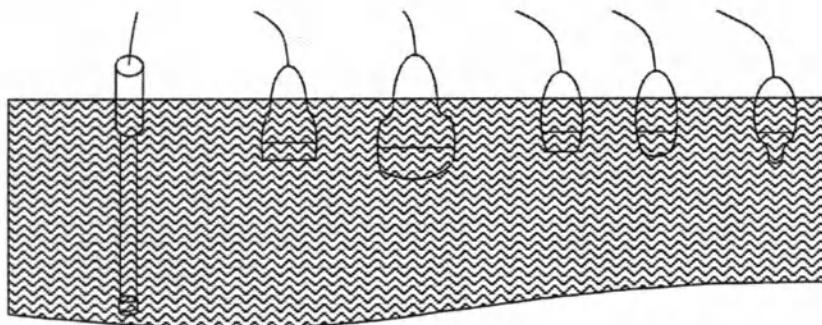

Рисунок 3.1 – Допустимый уровень погружения УЗ датчиков при дезинфекции
- 3) погрузите **только корпус УЗ датчика в соответствии с рис. 3.1** (не погружая отгиб кабеля корпуса, кабель и разъем датчика!) в тару с дезинфицирующим средством на 15 мин;